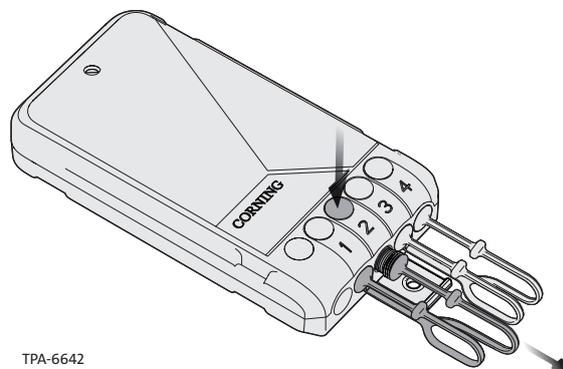

Abbildung 10
Schritt 1: Entfernen Sie den Schutzstopfen aus dem Anschluss, mit dem der Steckverbinder verbunden wird (Abbildung 10).
Schritt 1: Drücken Sie auf die Taste des Anschlusses und ziehen Sie den Schutzstopfen heraus. Entfernen Sie die Staubschutzkappe vom Steckverbinder. (Abbildung 10)